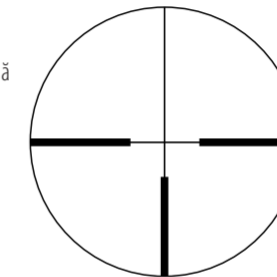
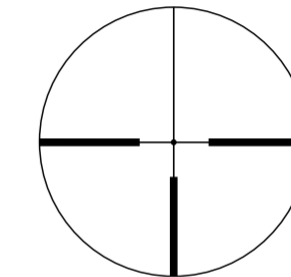

Fig. 3-1
Fig. 3-2
(1) Focalizarea
① Priviți prin ocular, poziționând ochiul la circa 10 cm (4 inch) față de ocular pentru a vedea reticulul #4 (German 4) (Fig. 3-1) sau reticulul #4 iluminat (German 4) cu punct (Fig. 3-2). Aliniați corect ochiul față de lunetă și respectați distanța corectă de la pupila la lentila ocularului, în caz contrar vederea va fi obturată.
② Îndreptați capătul obiectivului lunetei spre cer (NU spre soare) sau spre un perete simplu, fără model.
③ Rotiți inelul de reglare al ocularului în sens antiorar și apoi în sens orar până când reticulul este clar afișat.